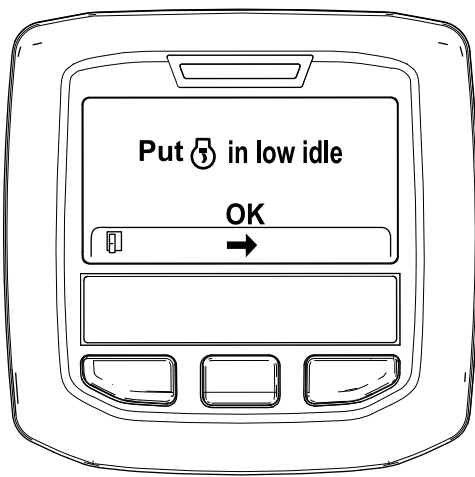

Figura 49
- Mueva el control del acelerador en RALENTÍ BAJO y pulse el botón central (Figura 49).